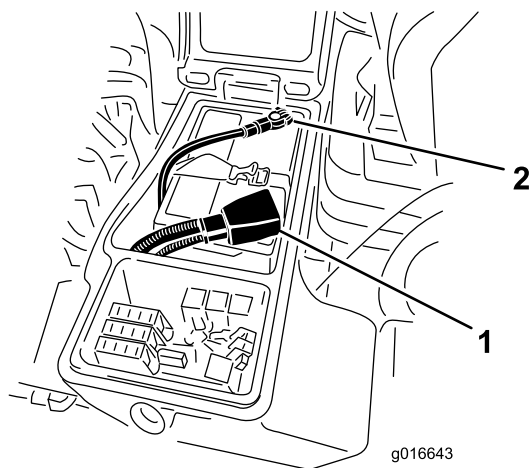

Figura 64
4. Collegate il cavo positivo (rosso) al terminale positivo (+) e il cavo negativo (nero) al terminale negativo (-) della batteria (Figura 64). Fissate i cavi ai poli con viti a testa cilindrica e dadi. Verificate che il morsetto positivo (+) sia completamente sul polo, e che il cavo sia posizionato in modo aderente alla batteria. Il cavo non deve toccare il coperchio della batteria. Fate scorrere la guaina di gomma sul morsetto positivo per evitare un cortocircuito.